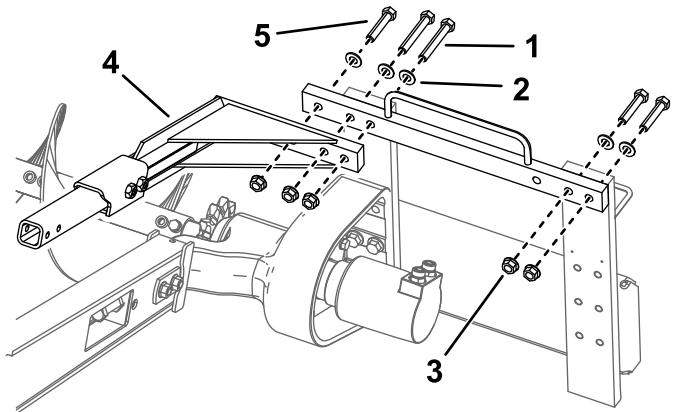

図10
8. 上フレームの右側を固定しているボルト5/8 x 3"2本、ワッシャー2枚、ナット2個を外して、これらを、対応する左側の穴に移す図10。
9. 前に取り外したボルト3本、ワッシャー、およびフランジナットを使って、安全レールアセンブリをトレンチャーチェーンの上に取り付ける(図10)。